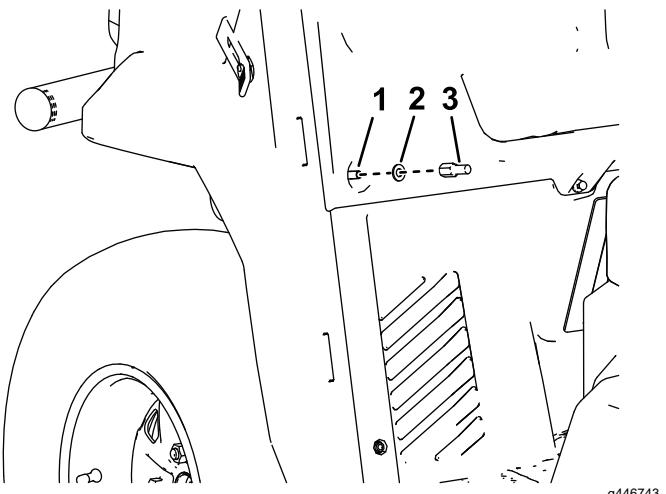

Figura 11
- Montate il dispositivo di chiusura della porta e una rondella ($5/16''$) sul bullone di chiusura (Figura 11).